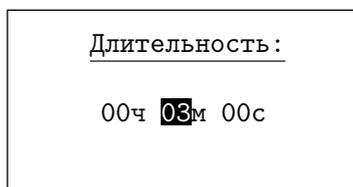

Рис. 3.32
3.5.6. "Длительность" - установка длительности процесса регистрации. Действует только, если задан "Стоп по расписанию" в пункте меню "Режим пуска/стопа" (Рис. 3.32).